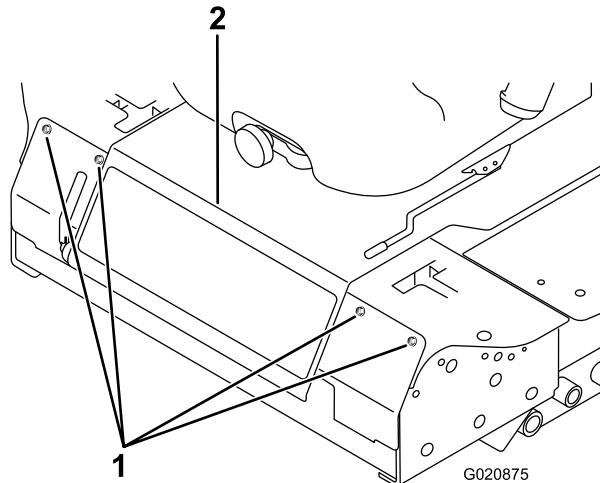

Figura 59
3. Togliete i bulloni che fissano il pannello anteriore, e rimuovete il pannello (Figura 59).